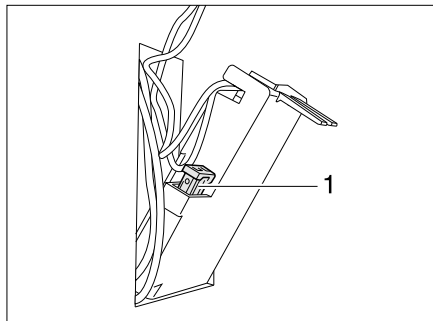

Bild 291 Sicherung der Thetford-Toilette
- Die Sicherung (Bild 291,1) wechseln.